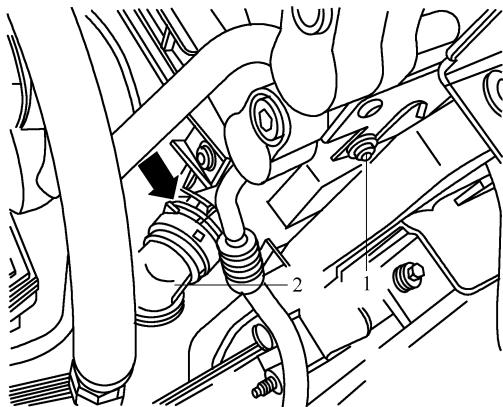

图 2-4-8 拆卸水管
- 4) 松开防松卡子箭头,拔下回水管 2 以及旋出螺钉 1,如图 2-4-8 所示。